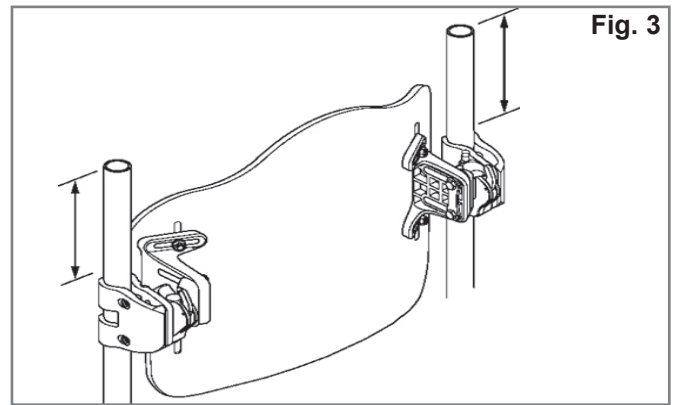
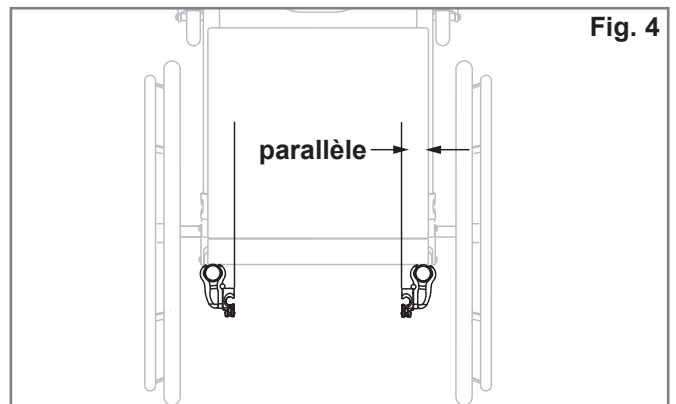

Fig. 3
Fig. 4
### Instructions relatives au montage des fixations (Fig. 3, 4, 5)
2. Déterminez visuellement l'emplacement des fixations sur les montants du dossier du fauteuil. Les fixations doivent être situées approximativement à la même hauteur sur chaque montant (Fig. 3) et parallèlement au cadre du siège (Fig. 4). En général, il est préférable de placer les fixations relativement haut sur les montants.